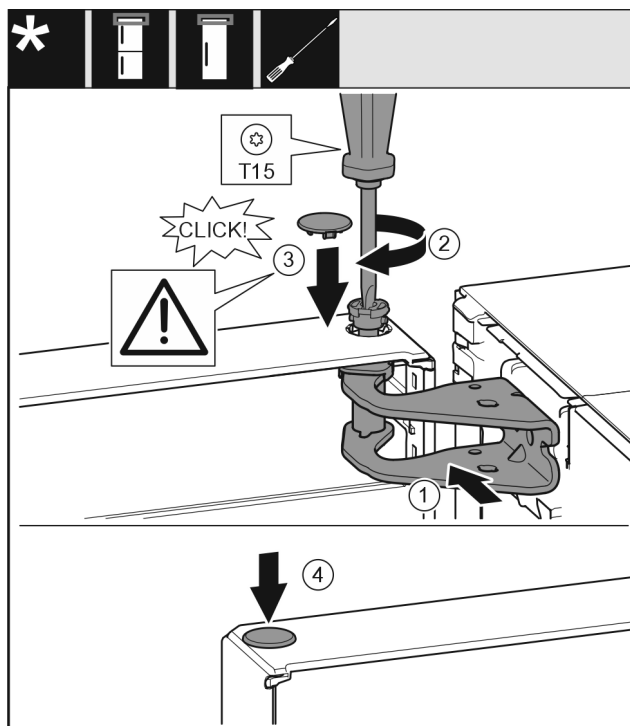

Fig. 20
- Vyrovnajte dvere hore s otvorom v ložiskovej konzole Fig. 20 (1).
- Vložte čap Fig. 20 (2) a pevne ho priskrutkujte skrutkovačom.
- Nasadte kryt Fig. 20 (3).
- Skontrolujte, či kryt Fig. 20 (3) prilieha k dverám.
- Nasadte kryt Fig. 20 (4).